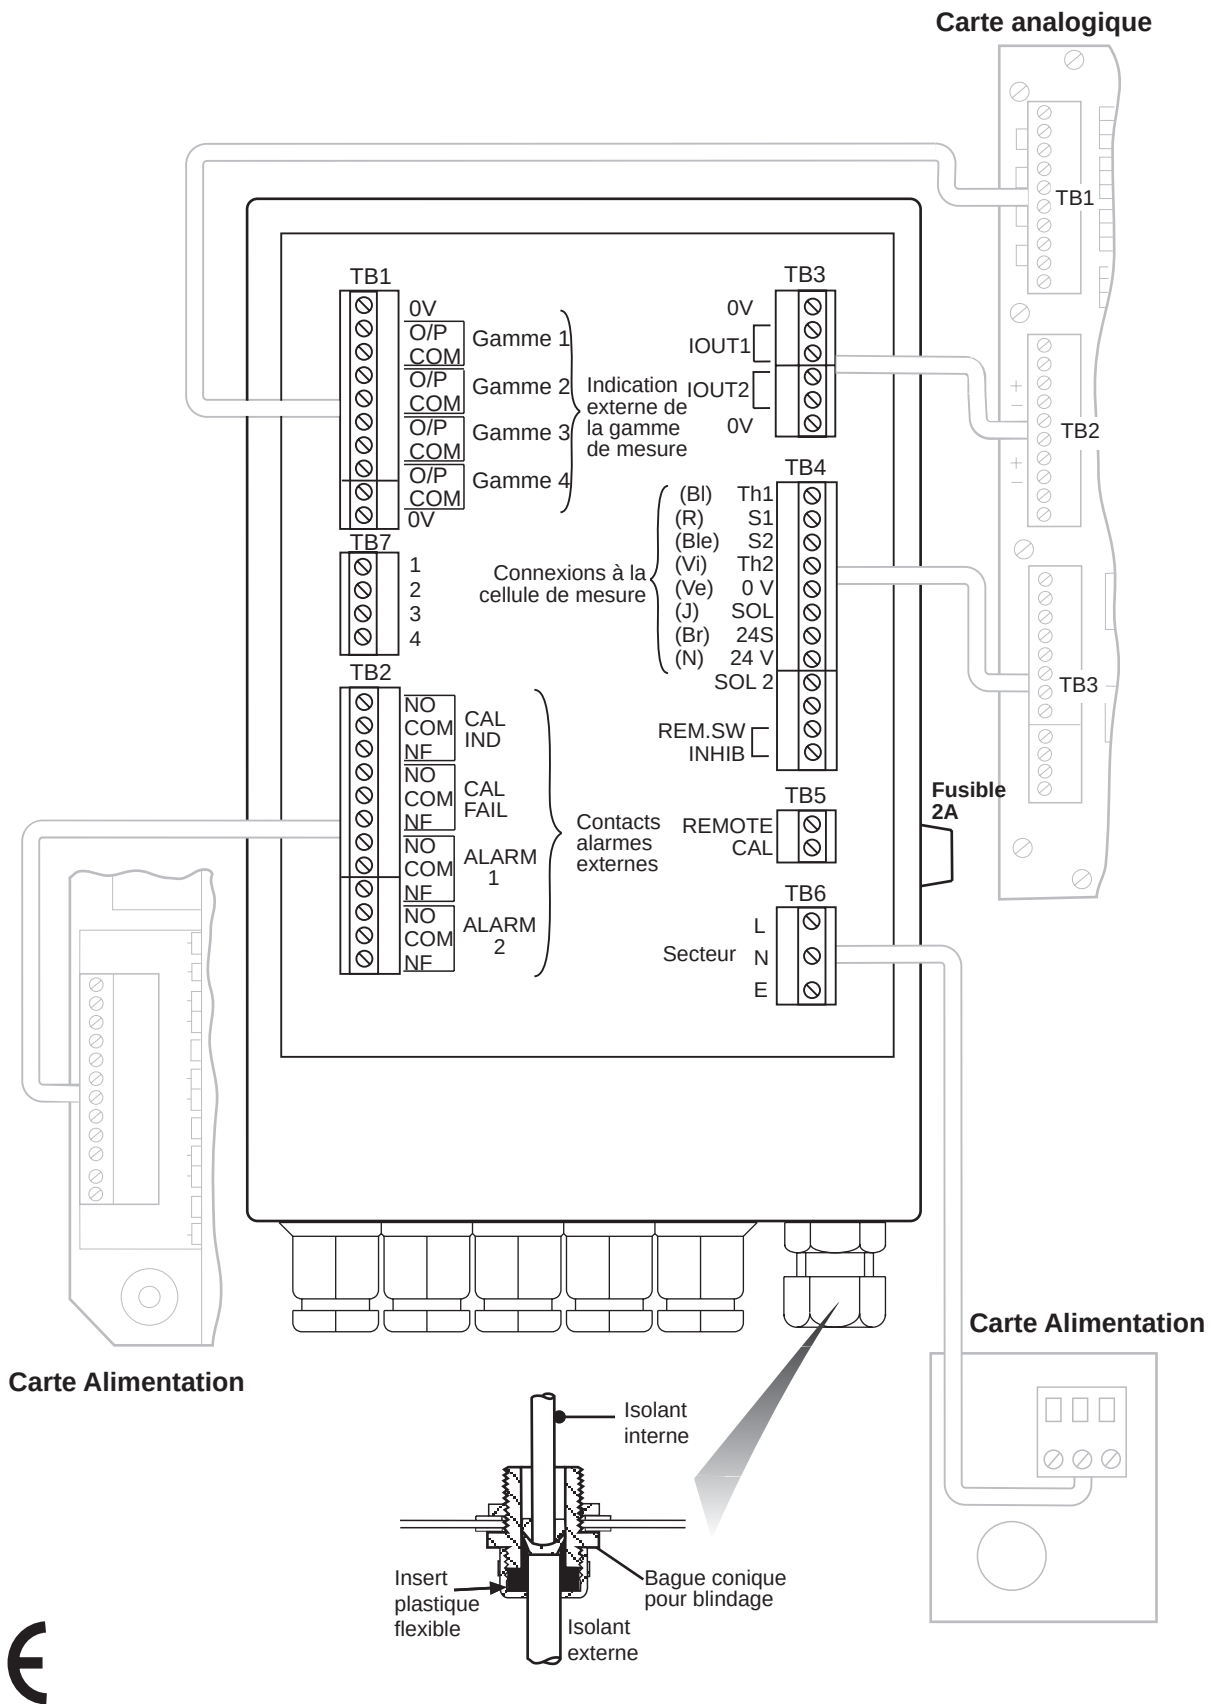

Fig. 2.7 Coffret Transmetteur – Connexions électriques et interconnexions internes
- Noter que la tresse de blindage s'arrête au niveau du presse-étoupes (voir la Fig. 2.7 pour le détail), dénuder l'extrémité des fils du câble et les fixer au bornier TB4.